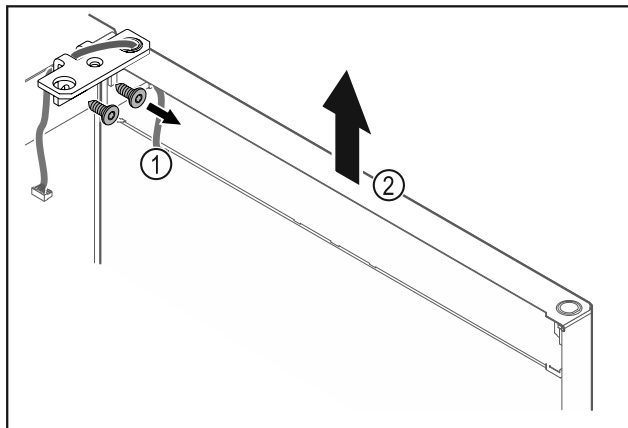

Fig. 14
- Dévisser l'équerre de la charnière Fig. 14 (1).
- Soulever la porte (équerre de charnière incluse) Fig. 14 (2) d'environ 200 mm (7.87 in) et la retirer.